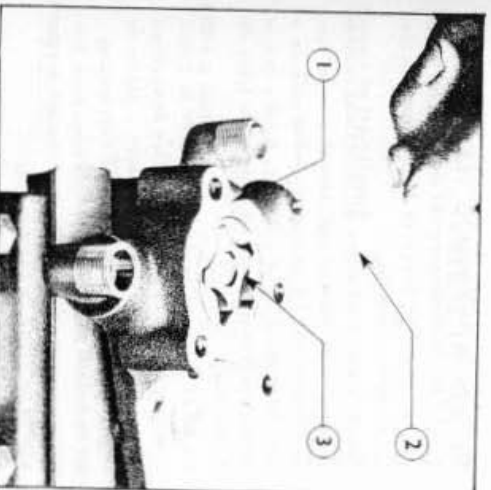

Fig. 34 = Verification du jeu entre le rotor mene et le rotor menant
2. Positionner les rotors à l'intérieur du corps de pompe; puis vérifier le jeu entre les rotors en tous leurs points; à l'aide d'un calibre d'épaisseur (Fig. 34). Si le jeu excède 0,152 mm, remplacer les rotors mené et menant, en les considérant comme un ensemble indissociable.